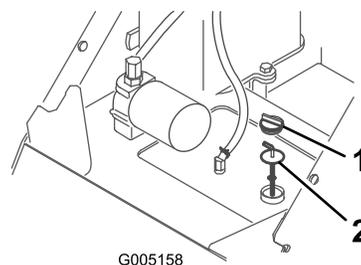

図 36
4. 油圧オイルタンクの注油口の周囲をきれいに拭く 図 36。
5. 油圧タンクの補給管のキャップを外し、ディップスティックで油量を点検する 図 36。